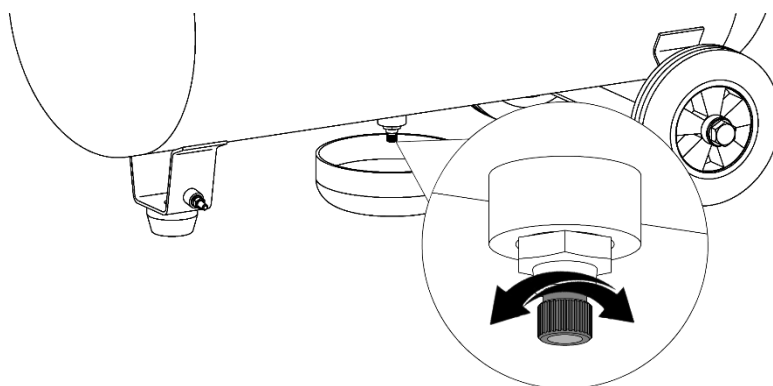

Рисунок 16
- Подставьте под конденсатоотводчиком емкость для сбора конденсата (рисунок 16).
- Ослабьте винт конденсатоотводчика и слейте конденсат (рисунок 16).